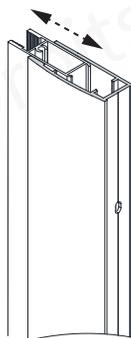

Fig 5
5. Fermez la porte et alignez le **panneau vitré (N° 11)** avec la porte. Utilisez le repère sur le seuil (de l'étape 1) pour vous assurer que la porte est perpendiculaire au mur. Si nécessaire, ajustez la position du **panneau vitré (N° 11)** afin que la bande d'étanchéité (**panneau intégré**) (N° 19) soit en contact uniformément avec la porte vitrée pour créer de haut en bas un joint hermétique. Tracez au mur la bordure intérieure du **profilé mural (N° 09)**. Marquez sur le seuil le trou à percer à travers l'orifice de la fixation du **bas (N° 18)**. **Fig. 5**